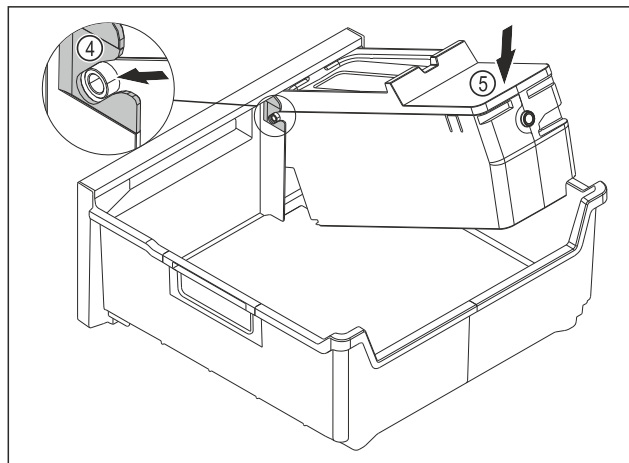

Fig. 147
- Встановіть корпус EasyTwist-Ice: Вставте осі корпусу EasyTwist-Ice в напрямні Fig. 147 (4).
- Натисніть на корпус EasyTwist-Ice Fig. 147 (5) ззаду вниз.